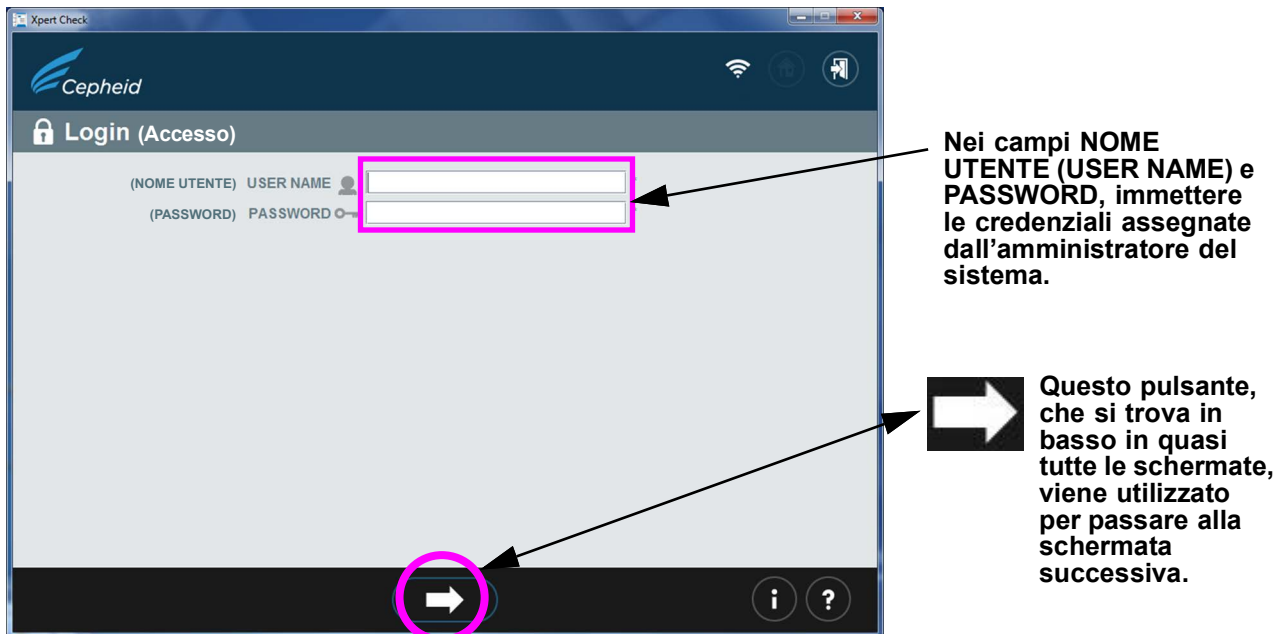

Figura 2-4. Schermata Accesso di Xpert Check
5. Dopo aver acconsentito ai Termini di servizio appare la schermata Accesso (Login). Accedere compilando i campi **NOME UTENTE (USER NAME)** e **PASSWORD** con le credenziali di livello amministratore specifiche (precedentemente assegnate dall'amministratore del sistema). Dopo aver immesso le informazioni di accesso, toccare o fare clic sul pulsante con la freccia avanti, in basso nella schermata, per passare alla schermata Pagina iniziale (Home) di Xpert Check. Vedere la Figura 2-4.